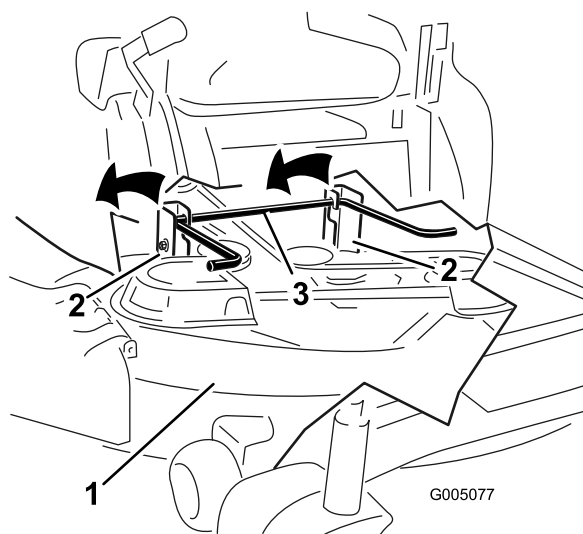

Figura 66
6. Eleve la carcasa del cortacésped y desenganche la varilla de elevación trasera de las pletinas de suspensión, y baje el cortacésped con cuidado al suelo (Figura 66).
5. Eleve la parte trasera de la carcasa del cortacésped y coloque las pletinas de suspensión sobre la varilla de elevación trasera (Figura 66).